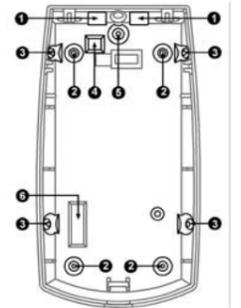

Fig. 1 Knockout holes | Orificios troquelados | Trous de débouchure |
- Haga los agujeros deseados para una instalación correcta (Fig. 1 - 2) para enmarcar en lo plano o (Fig. 1 - 3) para enmarcar en la esquina) Use 4 tornillos de tipo 3x30mm.
- Las hendiduras circulares y rectangulares en la base del dispositivo (Fig. 1 - 1, Fig. 1-4) son las entradas para los alambres.